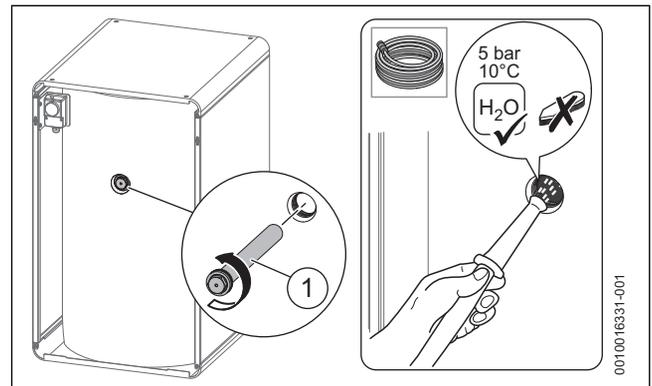

Fig. 113 Nettoyage de l'intérieur
- ▶ Nettoyer l'intérieur du ballon avec un jet d'eau (→ Fig. 113).